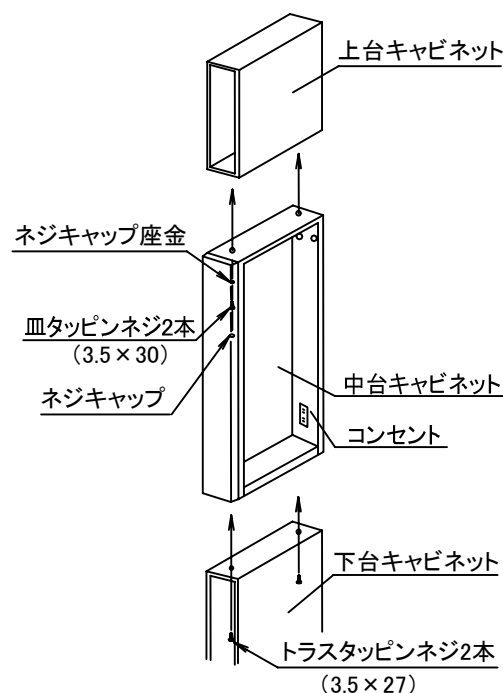

図10-6
- ⑤下台キャビネットに中台キャビネットをのせ、両キャビネットの前面側面を合わせ下台キャビネットの天板に加工した下穴からネジ(トラスネジ3.5×27)で連結してください。(図10-6)
- ⑥中台キャビネットに上台キャビネットをのせ、両キャビネットの前面側面を合わせ中台キャビネットの天板に加工した下穴からネジ(皿タッピンネジ3.5×30)にネジキャップ座金を通して連結してください。(図10-6)
- ⑦ネジキャップ座金にネジキャップをはめ込んでください。(図10-6)